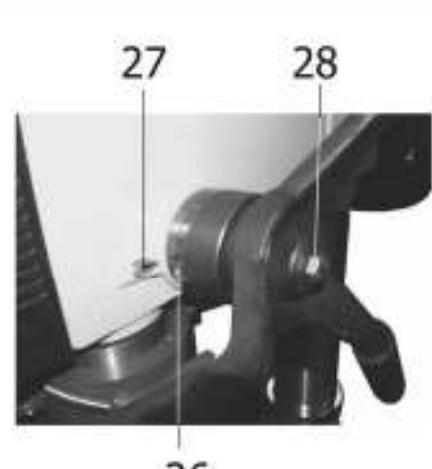

Рис.7
10.6. Контроль и регулировка глубины сверления «глухих» отверстий производится по шкале (26), Рис.7. Для этого необходимо ослабить болт (28), затем установить вращением кольца шкалы (26) необходимую глубину сверления глухого отверстия, сопоставив соответствующее деление шкалы (26) с указателем (27), Рис.7. После чего необходимо зафиксировать заданную настройку, затянув болт (28). При достижении заданной глубины сверления нулевая риска на шкале (26) совпадает с указателем (27), Рис.7.